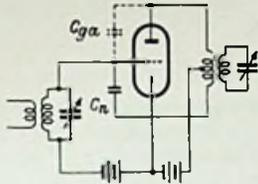

Bild 8. Neutralisation von c_{ga} bei einer Eintaktschaltung
- b) Neutralisation. Man erzeugt eine gegen die Anodenwechselspannung um 180° phasenverschobene Spannung und führt diese über einen kleinen Kondensator (Neutralisationskondensator C_n) dem Gitter zu (Bild 8).